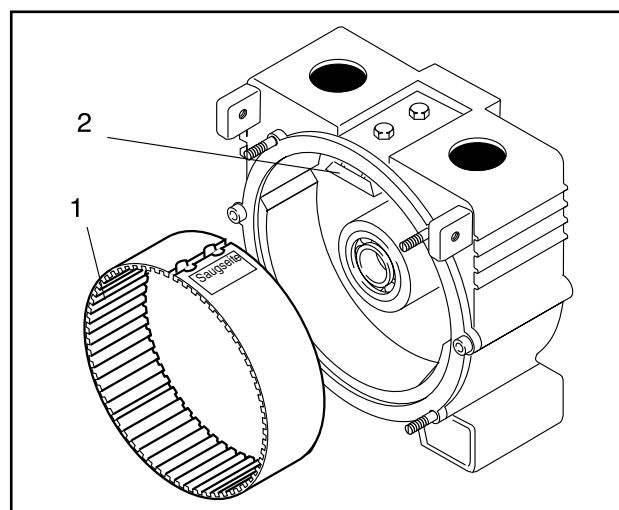

Fig. 20 Montering af skilledel
2. Læg den nye skilledel med fortandingen vendende indad i skilledelsholderen (fig. 20).